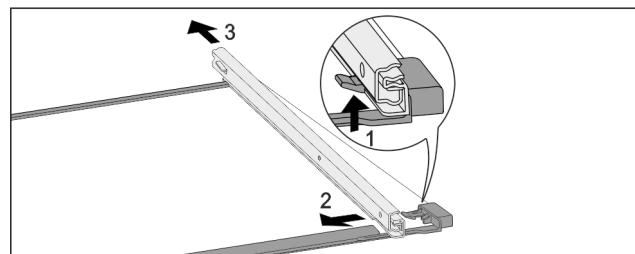

Fig. 70 Стеклянная пластина с направляющими
- Отожмите передний стопорный крючок вверх. Fig. 70 (1)
- Сдвиньте выдвижную направляющую в сторону Fig. 70 (2) и назад Fig. 70 (3).